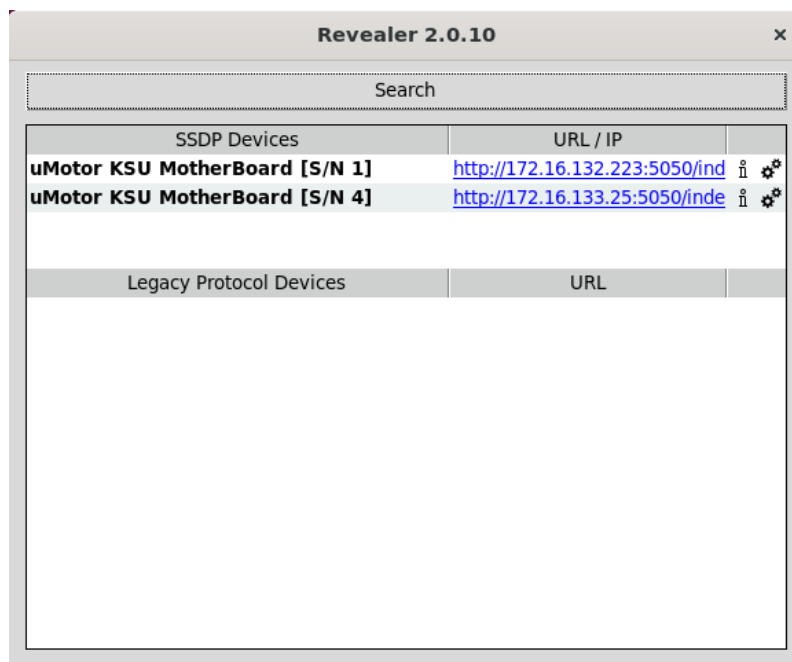

Рисунок 1.2. Отображение контроллера в утилите Revealier.
- В списке найденных устройств должно появиться устройство «uMotor KSU MotherBoard [S/N #]» (см. рис. 1.2). Вместо # указывается серийный номер.